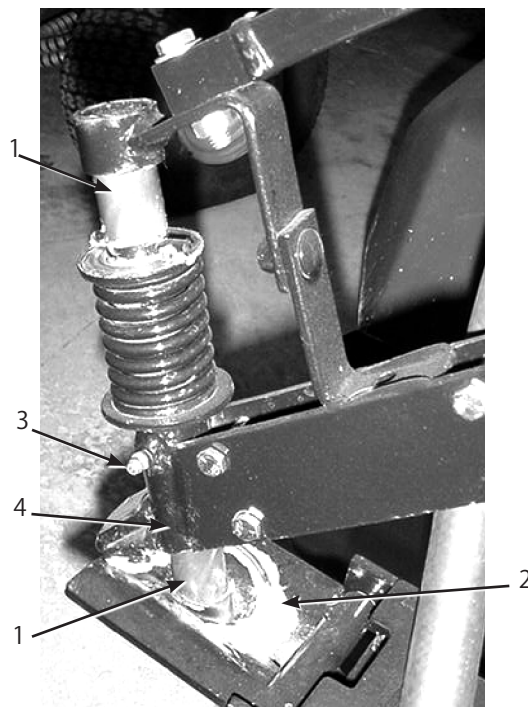

図44
1. 図44のように、サポート・シャフトと蝶番プレートのボール座に手でグリスを塗りつける。
2. スプリングの下にあるニップル（図44）にポンプでグリスを注入する；ピボット・アセンブリの下からグリスがはみ出てくるのが見えるまで入れる。
5. 古いフィルタのクランプ (図44) をゆるめて脇に寄せる。